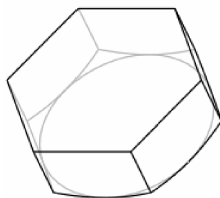

图 6-81 完成螺栓头倒角
(7) 单击控制区的【应用】按钮 ☒ ,完成旋转特征,如图 6-81 所示。